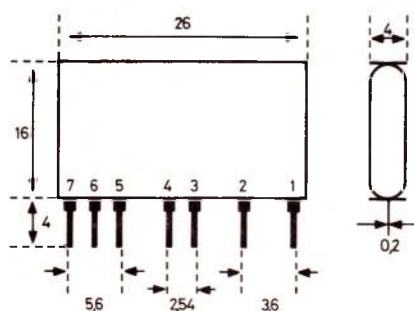

Figure 1
Voici à la **figure 1** l'aspect du circuit hybride SH 221. Il a une forme rectangulaire : longueur 26 mm maximum, largeur 16 mm maximum, épaisseur 4 mm maximum. Sur le côté le plus long on trouve les broches, au nombre de sept, espacées d'une manière inégale ce qui permet de les identifier.
Le signal est appliqué entre le point (1) et la masse la plus proche (2) (voir aussi la **figure 1**). Il est transmis par C₁ et L₁ à la base de Q₁ un transistor NPN monté en émetteur commun.